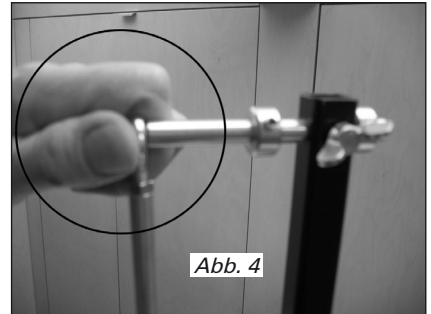

Abb. 4
- Halten Sie mit der freien Hand das Oberteil des Schleifpendels am Pendelhaken fest (Abb. 4)